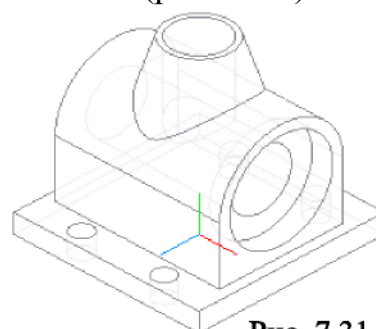

Рис. 7.31
12. Применяем к полученному эскизу команду  **Вырезать выдавливанием**, **На расстояние - 10** (рис. 7.31).